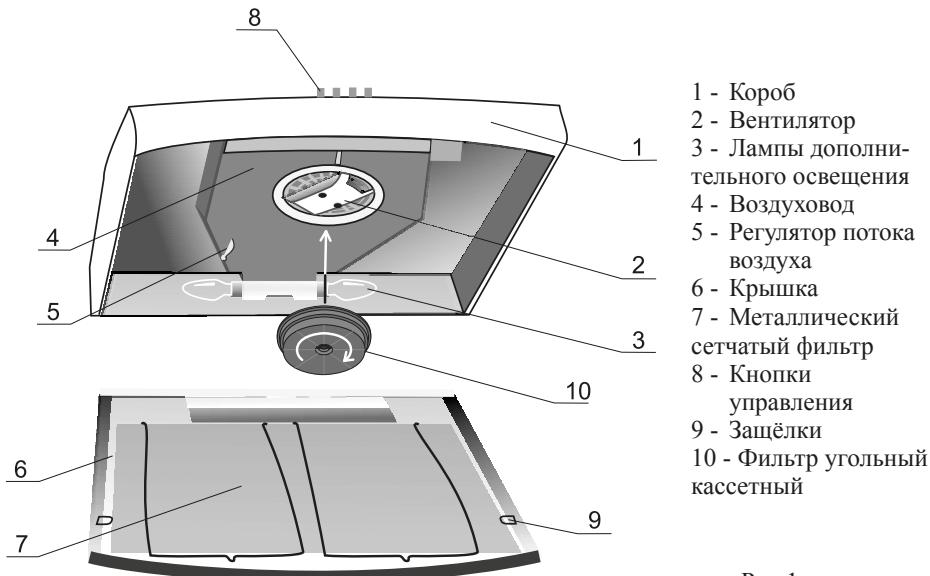
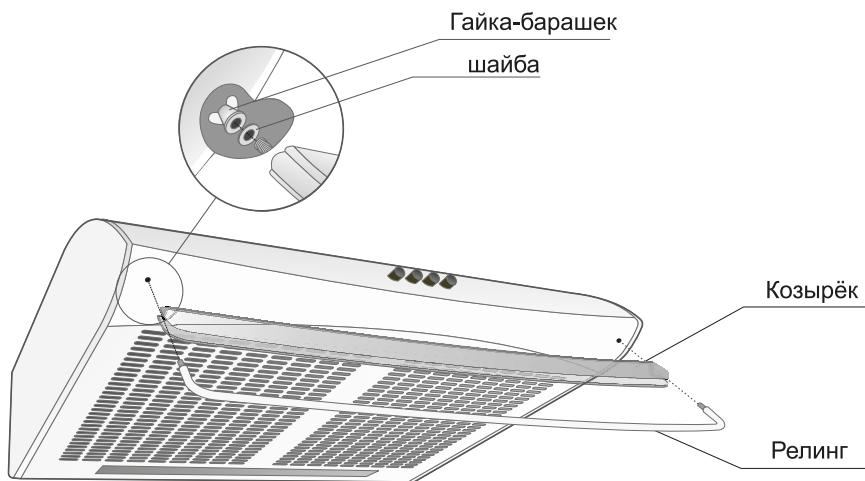

Рис.1
Рис. 3
- 5.1 Внутри короба 1 воздухоочистителя (рис.1) располагаются вентилятор 2, лампы дополнительного освещения 3, воздуховод 4 с регулятором потока воздуха 5. На передней части корпуса расположены кнопки управления 8. В зависимости от модели (см. табл.3) воздухоочиститель оснащается:
- крышкой 6 с сетчатым фильтром 7 (рис.1), а также, в зависимости от модификации, релингом с пластмассовым козырьком (рис.3).
- 5.3 С помощью кассетного угольного фильтра 10 (рекомендуется устанавливать на воздухоочистители, работающие в циркуляционном режиме) всасываемый воздух дополнительно очищается гранулами активированного угля, уменьшаются запахи от приготовления пищи. Угольный фильтр не подлежит регенерации и должен заменяться примерно каждые шесть месяцев (в зависимости от интенсивности эксплуатации). Для установки кассетного угольного фильтра оденьте его на три фиксирующих элемента в центре вентилятора и поверните по часовой стрелке до упора (рис. 1). Демонтаж фильтра производится в обратном порядке.
- 6.7 Совмещение флагшка регулятора потока воздуха 5 (см. рис.1) с рисунком  на воздуховоде указывает, что воздухоочиститель работает в циркуляционном режиме, т. е. очищенный воздух возвращается в помещение кухни.